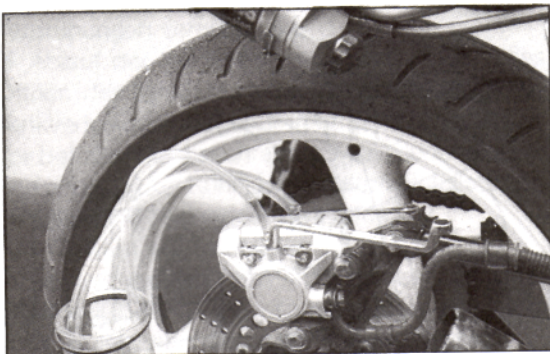

Bild 57
- Abdeckhaube abnehmen, siehe Bild 57.